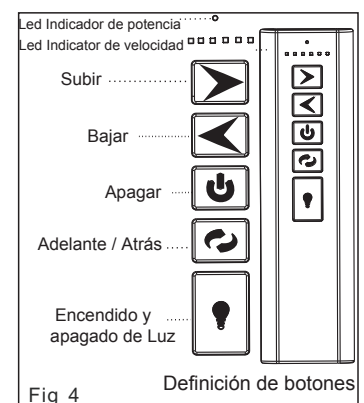

Fig 4
4. Los botones del control remoto, controlan la velocidad y luz como se dice a continuación. (Fig 4)